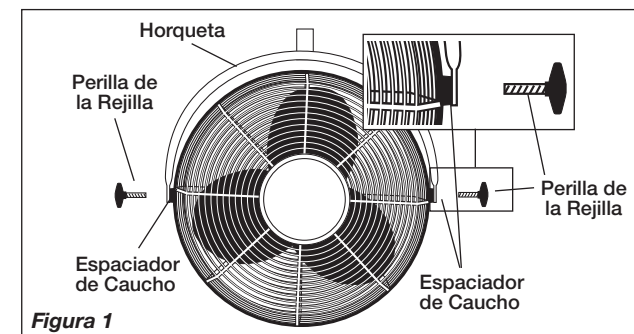

Figura 1
1. Ponga la Cabeza del Ventilador sobre una superficie plana de modo que el frente esté hacia abajo. Coloque en forma aflojada una Perilla de la Rejilla y un Espaciador de Caucho en el Conjunto de la Cabeza. Coloque la otra Perilla de la Rejilla y el Espaciador de Caucho en el Conjunto de la Cabeza y apriete FIRMEMENTE. Vuelva a la primera Perilla de la Rejilla y apriete FIRMEMENTE. (Figura 1)
2. Localice el montante de pared o techo más cercano a la ubicación deseada para el Ventilador. Siguiendo el diagrama de montaje apropiado, una la Ménsula al montante, usando tres (3) Tornillos de Retraso de 5/16" de diámetro x 2" de longitud (no proporcionados) o Pernos y Tuercas de tamaño apropiado si se lo monta a vigas "I".